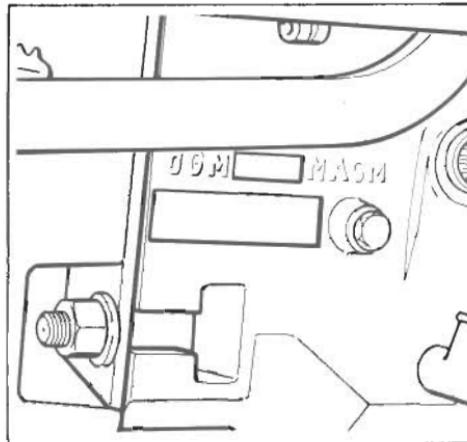

Fig. 2 - Bild 2
Il tipo e il numero di matricola della trattrice è stampigliato sulla parete laterale destra della scatola cambio (vedere fig. 2).
*The serial number and type of the tractor are stamped on the right side of the gearbox (see fig. 2).*
Le type du moteur et le numéro/matricule du tracteur est estampillé sur le côté latéral droit de la boîte de vitesses (voir fig. 2).
*Der Typ und die Fabriknummer des Schleppers sind auf der rechten Seite des Schaltgetriebegehäuses eingraviert (siehe Bild 2).*